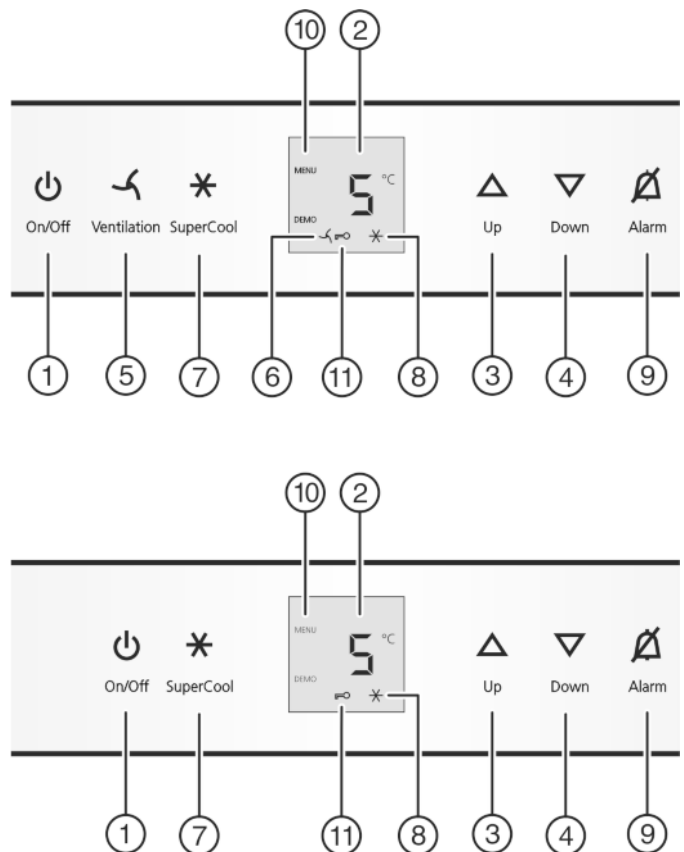

Fig. 2
- ▶ Premere il tasto On/Off Fig. 2 (1).
- ▶ Attivazione del modo regolazione: Premere il tasto SuperCool Fig. 2 (7) per ca. 5 sec..
- ▶ Premere brevemente il tasto SuperCool Fig. 2 (7) per confermare.
- ▶ Per inserire la sicurezza bambini premere brevemente il tasto SuperCool Fig. 2 (7).
- ▷ Il simbolo Sicurezza bambini Fig. 2 (11) si illumina. Nel display lampeggia **c**.
- ▶ Per disinserire la sicurezza bambini premere brevemente il tasto SuperCool Fig. 2 (7).
- ▷ Il simbolo Sicurezza bambini Fig. 2 (11) si spegne. Nel display lampeggia **c**.
- ▶ Disattivazione del modo regolazione: premere il tasto On/Off Fig. 2 (1).
- ▶ Premere il tasto Allarme Fig. 2 (9).
- ▶ Regolazione della temperatura su valori più caldi: Premere il tasto di regolazione Up Fig. 2 (3).
- ▶ Regolazione della temperatura su valori più freddi: Premere il tasto di regolazione Down Fig. 2 (4).
- ▶ Premere brevemente il tasto SuperCool Fig. 2 (7).
- ▷ Il simbolo SuperCool Fig. 2 (8) si illumina nel display.
- ▷ Il simbolo SuperCool Fig. 2 (8) si spegne nel display.
- ▶ Premere brevemente il tasto Ventilation Fig. 2 (5).
- ▷ Il simbolo Ventilation Fig. 2 (6) si illumina.
- ▷ Il simbolo Ventilation Fig. 2 (6) si spegne.